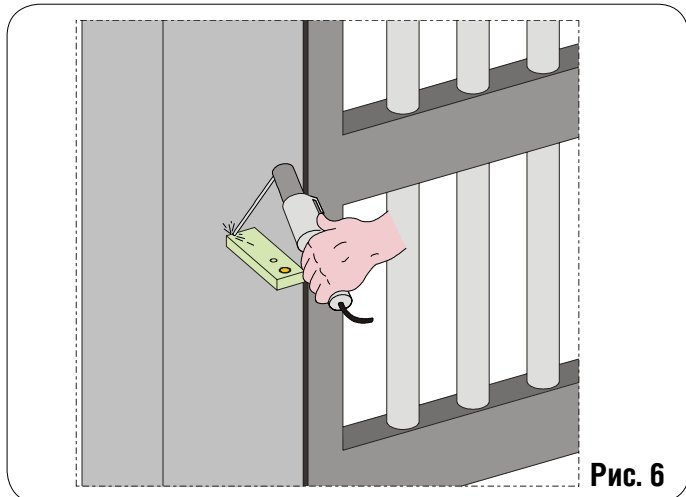
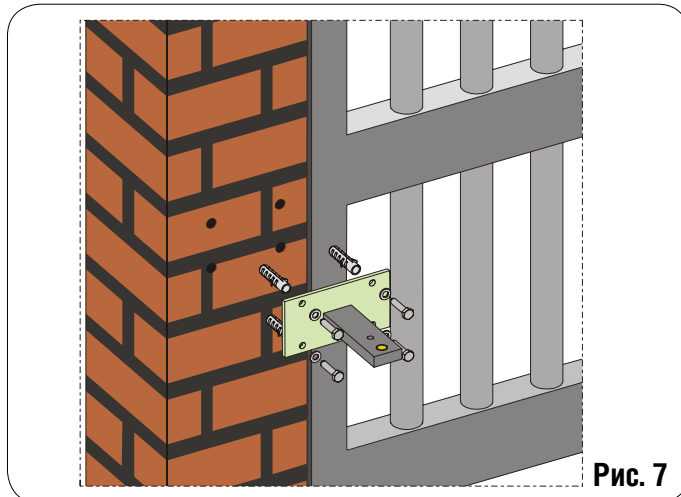

Рис. 6
Рис. 7
1) Зафиксируйте задний кронштейн в положении, указанном выше. При использовании железного столба надежно приварите кронштейн (Рис.6). При наличии кирпичного столба закрепите специальную пластину (поставляется по отдельному заказу) с винтовой фиксацией (Рис.7) для использования подходящей крепежной системы, после чего надежно приварите кронштейн к пластине.